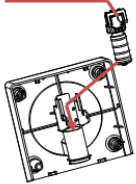
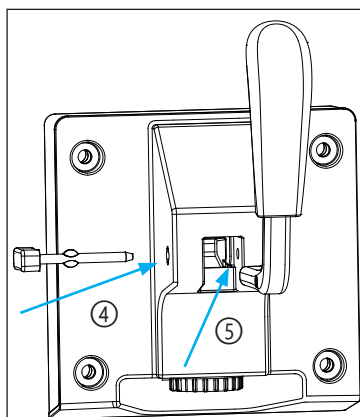

Abbildung 1
Abbildung 3
① obere Abdeckung der Einspeiseöffnung	⑤ Griffende
② Basis der Einspeiseöffnung	⑥ Dichtungsring
③ Verschlussstopfen der Einspeiseöffnung	⑦ Dichtungsring der Einspeiseöffnung
④ Griff	⑧ Abdeckung der Einspeiseöffnung
1. Fügen Sie ① in ② ein, wie in Abbildung 1 dargestellt.
Führen Sie die Schritte von Abbildung 1 bis Abbildung 8 in umgekehrter Reihenfolge aus.
Lösen Sie die vier Sicherungsmuttern gegen den Uhrzeigersinn und entfernen Sie die Griffereinheit wie in Abbildung 1 dargestellt. Prüfen Sie, ob das Innere des Behälters sauber ist, nehmen Sie das Rührwerk heraus, wischen Sie es mit einem feuchten Tuch ab und setzen Sie das Rührwerk nach der Reinigung wieder ein, wie in Abbildung 2 dargestellt. Montieren Sie den Griff und die Griffereinheit wie in Abbildung 3 dargestellt. Ziehen Sie die Mutter im Uhrzeigersinn an, wie in Abbildung 4 dargestellt.